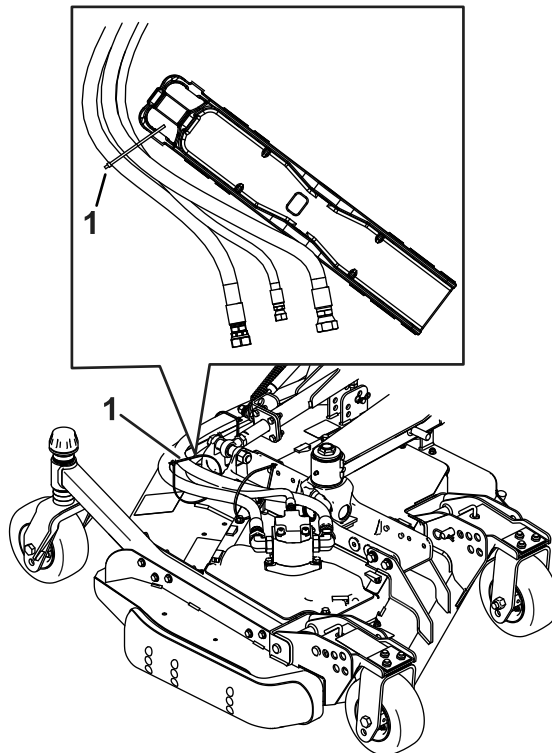

Figura 5
12. Instale a braçadeira de cabos (Figura 5).